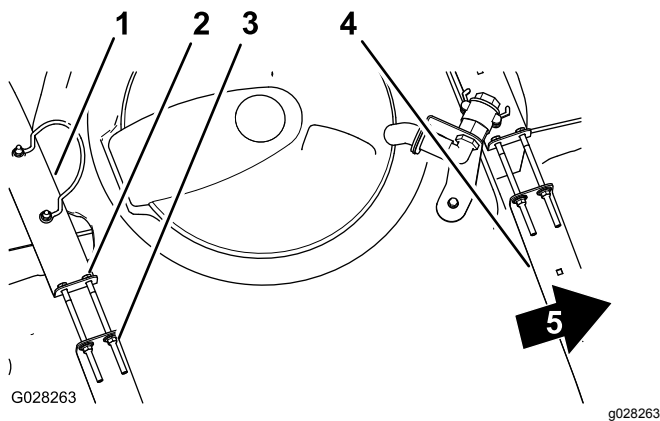

Bild 78
2. Prüfen Sie, ob Sie zwischen den Behälterriemen und dem Behälter eine Bewegung feststellen können (Bild 78).
- Wenn die Behälterriemen lose am Behälter angebracht sind, ziehen Sie die Sicherungsbundmutter und Schrauben oben an den Riemen an, bis sie mit der Behälterfläche bündig sind (Bild 78).